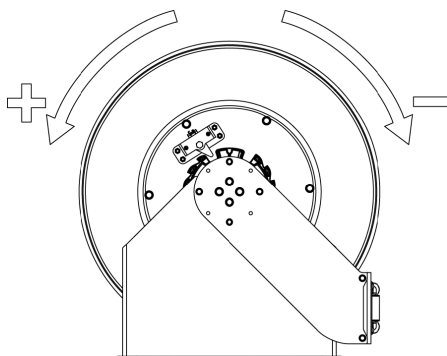

FIG 5.
3. Rotate the reel to either increase or decrease the spring tension (Fig 5).
3. Roter trumman för att antingen spänna eller släppa på fjäderns spänning (fig. 5).